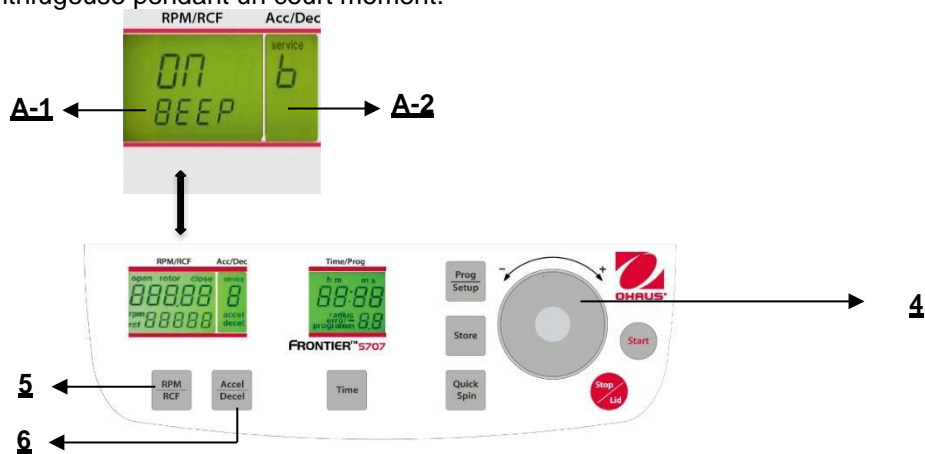

Figure. 32
Poursuivre conformément à la description du paragraphe 4.1.2 pour entrer dans ce mode de programme et appuyer ensuite sur la touche "**Accel/Decel**" (6). Sur l'affichage "**Acc/Dec**" (A-2), le mot "**Service**" clignote. Sélectionner maintenant la lettre "**B**" avec le cadran de réglage (4). Ceci entraîne l'apparition des mots "**ON/BEEP**" sur l'affichage "**RPM/RCF**" (A-1). Après avoir appuyé sur la touche "**RPM/RCF**" (5), l'utilisateur peut mettre le son du clavier sur Marche ou sur Arrêt avec le cadran de réglage (4). (voir la figure 32).